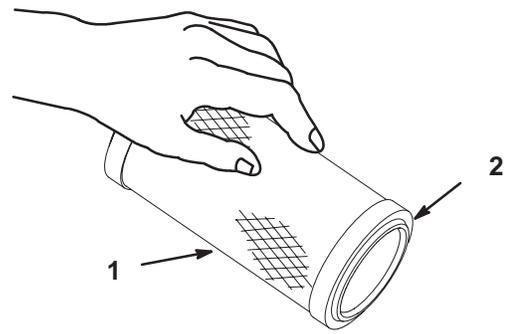

Figure 34
1. Tapotez doucement l'élément sur une surface plane pour faire tomber la poussière et la saleté (Fig. 34).